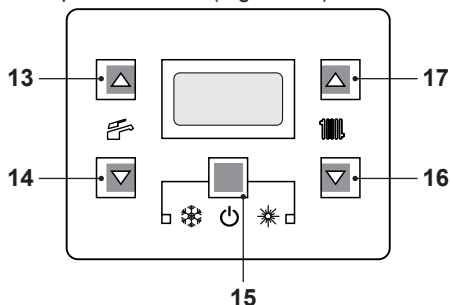
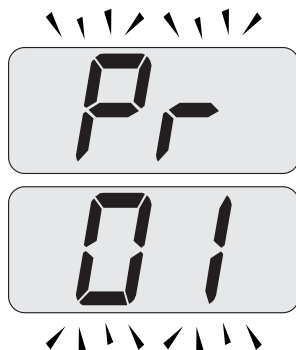
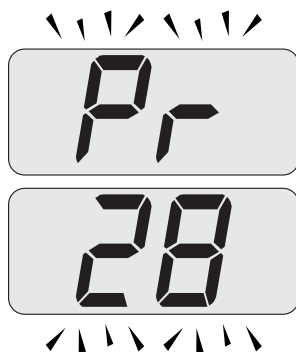
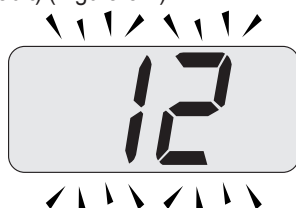

Figura 9.1
Figura 9.2
Figura 9.3
Figura 9.4
- Entrare in "modalità programmazione" premendo contemporaneamente per 10 secondi i tasti 15 - 16 - 17 (Figura 9.1) fino a far apparire sul display LCD le lettere **Pr** che si alternano con il codice **01**, indicanti l'entrata nel "parametro 01" (Figura 9.2).
- Scorrere i vari parametri utilizzando i tasti 16 o 17 fino a far apparire sul display LCD le lettere **Pr** che si alternano con il codice **28**, indicanti l'entrata nel "parametro 28" (Figura 9.3).
- Premere contemporaneamente i tasti 15 e 17 (Figura 9.1) fino a far apparire sul display LCD il valore del parametro 28 (es. **12** valore di default) (Figura 9.4).
- Premendo il tasto 15 (Figura 9.1) si ottiene la conferma del valore inserito.
- Premendo contemporaneamente i tasti 15 e 16 (Figura 9.1) si esce senza modificare il valore (ritorno alla lista parametri Figura 9.3).
- Premendo contemporaneamente per 10 secondi i tasti 15 - 16 - 17 (Figura 9.1) si esce dalla "modalità programmazione".